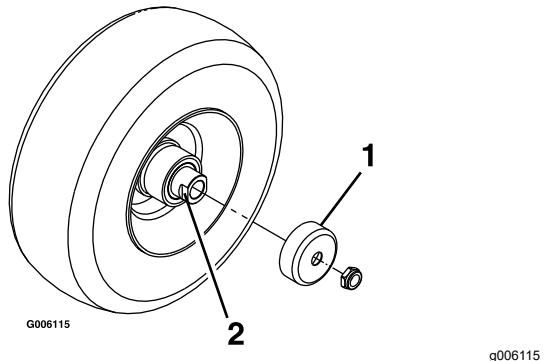

Figure 38
- Déposez les protège-joints du moyeu de roue (Figure 38).